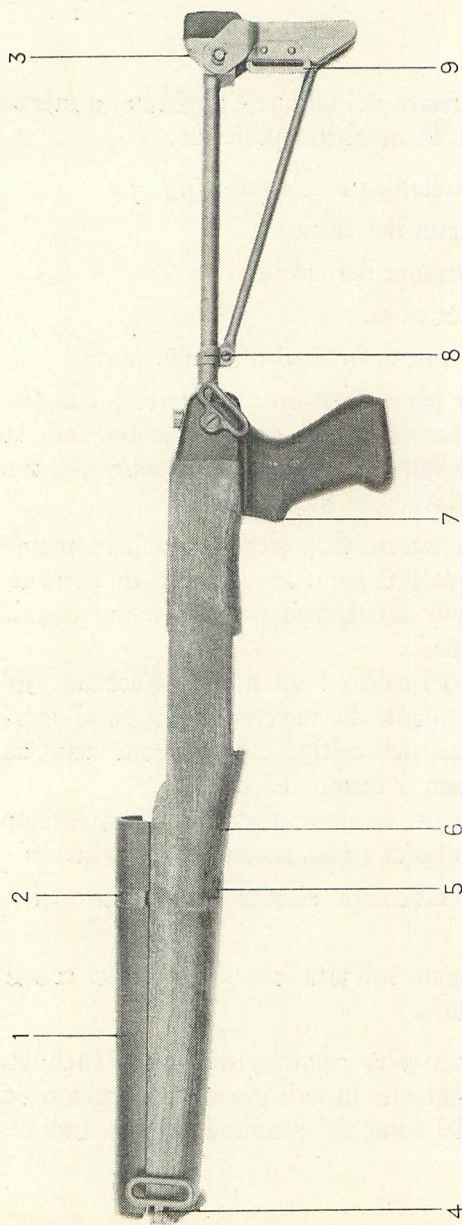

Fig. 4. - Cassa BM 59 T. A.
*b.* Nel f.a.l. BM 59 (Truppe Alpine) la cassa (*fig. 4*) è costituita: